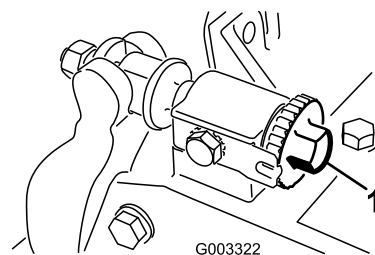

图11
- 将滚刀组放在平整、水平的工作表面上。逆时针旋转底刀架调节螺丝确保底刀架不与滚刀接触 图11。
重要事项 确保底刀架调节螺丝后端的螺母不接触工作表面 图11。